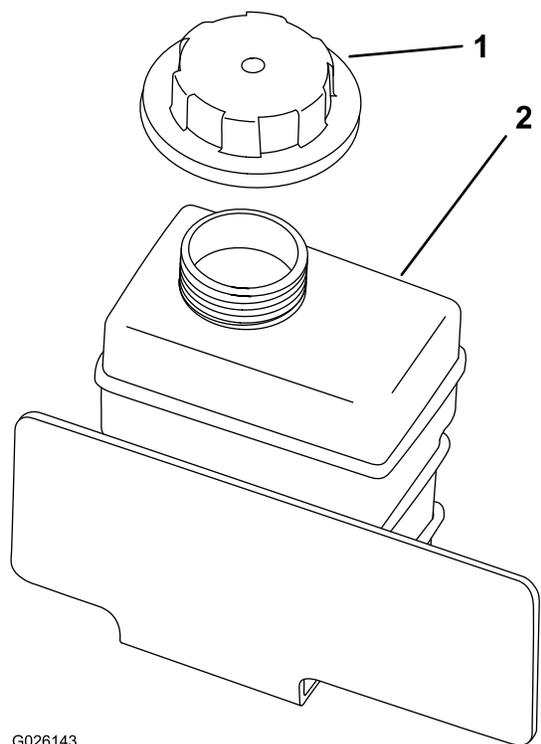

Рисунок 63
4. Снимите крышку расширительного бачка (Рисунок 63).